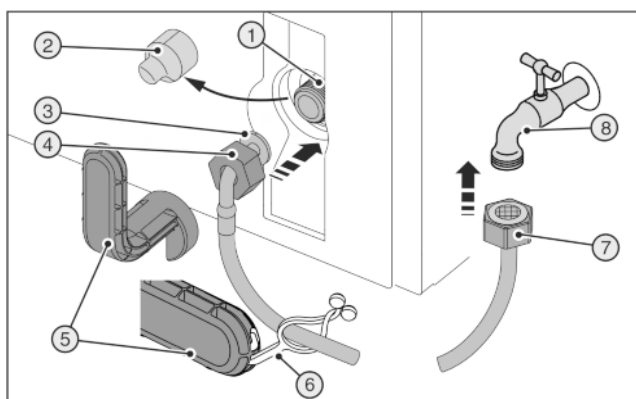
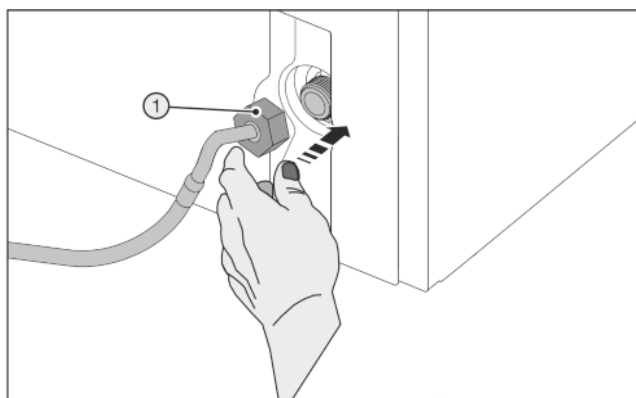

Fig. 45
Fig. 46
Zlomený pomocný nástroj Fig. 45 (5)!
- Používejte pomocné nástroje Fig. 45 (5) výhradně při pokojové teplotě.
- Stáhněte kryt Fig. 45 (2).
- Usnadněná montáž: Rovný konec hadice Fig. 45 (7) položte doleva na podlahu.
- Matici Fig. 45 (4) posuňte přes zahnutý konec hadice Fig. 45 (3) až na konec a držte.
- Nasadte opatrně matici Fig. 46 (1) a dvěma prsty ji rovne našroubujte na závit, až je dosaženo bezpečné usazení.
- Matici Fig. 46 (1) utahujte pomocným nástrojem Fig. 45 (5) ve směru hodinových ručiček, až je dosažen maximální utahovací moment a pomocný nástroj Fig. 45 (5) se přetáčí.
- Našroubujte matici Fig. 45 (7) na uzavírací kohout Fig. 45 (8).
- Matici Fig. 45 (7) utahujte pomocným nástrojem Fig. 45 (5) ve směru hodinových ručiček, až je dosažen maximální utahovací moment a pomocný nástroj Fig. 45 (5) se přetáčí.
- Otevřete uzavírací kohout Fig. 45 (8) na přívodu vody a proveďte těsnost celého vodního systému.
- Zahákněte styčnick Fig. 45 (6) do pomocného nástroje Fig. 45 (5) a upevněte k uschování na nerezové hadici.